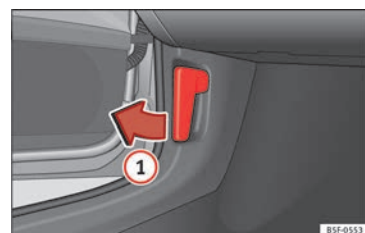

Abb. 8 Siehe Einbauort auf S. 9-10
- Motorraumklappe öffnen: Ziehen Sie an dem Hebel unterhalb der Instrumententafel » **Abb. 8 ①**.